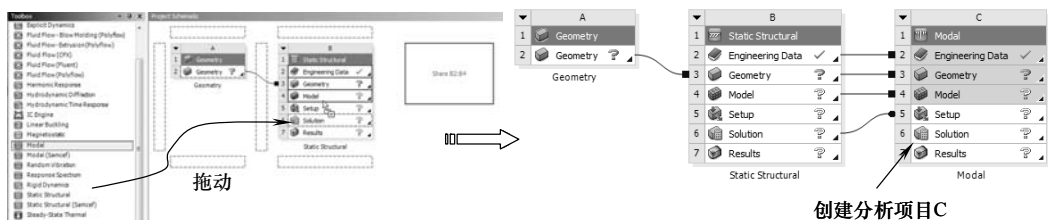

图 12-22 创建分析项目 C
5) 在【Toolbox (工具箱)】中【Analysis Systems】下的【Modal】选项上按住鼠标左键，拖动到【Project Schematic (项目管理区)】分析项目 B 中的 B6 上，当 B6 呈红色高亮显示时，释放鼠标创建分析项目 C，如图 12-22 所示。